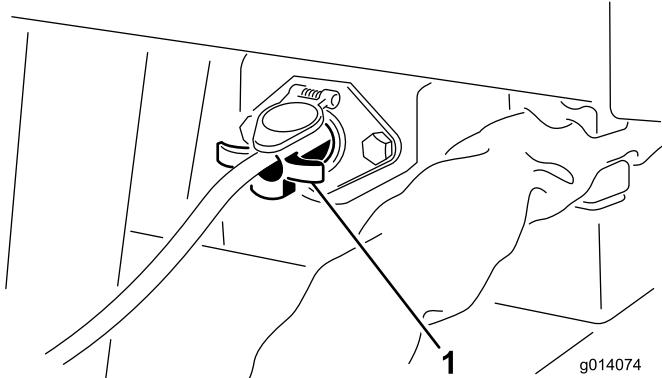

Figura 9
4. Sui modelli SH collegate l'interruttore pensile on/off (con capo a 4 poli) alla presa sull'angolo anteriore sinistro della macchina (Figura 9).